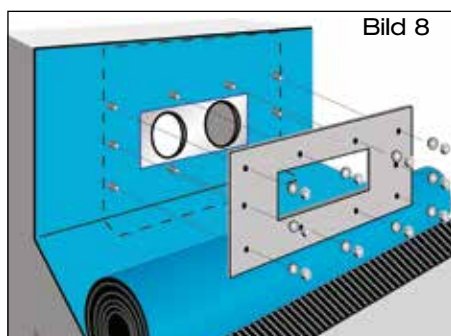

Bild 8
- 1.8 Dampfsperre mit Losflansch und beiliegenden Schrauben verklemmen (Bild 8). Beiliegende Schrauben mit Steck- oder Ringschlüssel SW 13 gegenüberliegend anziehen. Anzieh-Drehmoment: 20 Nm (Dampfsperre aus Bitumen) bzw. 30 Nm (Dampfsperre aus Kunststoff). Dichtelemente in Muffen des Schiebeflansches einlegen.